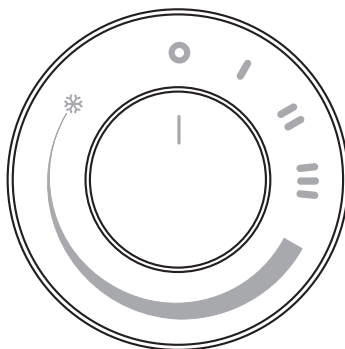

fig. 1
- *Verifique que la referencia " I " del mando esté alineada con el símbolo " o " del panel de mandos (Fig. 1).*